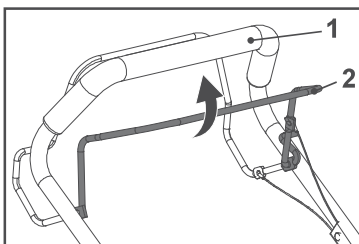

Fig. 10
1. Tire hacia atrás de la palanca de freno (2) y manténgala contra la barra superior del manillar (1) al arrancar el motor. Manténgala apretada durante el funcionamiento (Fig. 10).
2. Suelte la palanca de freno (2) para detener el motor.
1. Tire hacia atrás de la palanca de freno (2) y sujétela contra la barra superior del manillar (1) (Fig. 10).